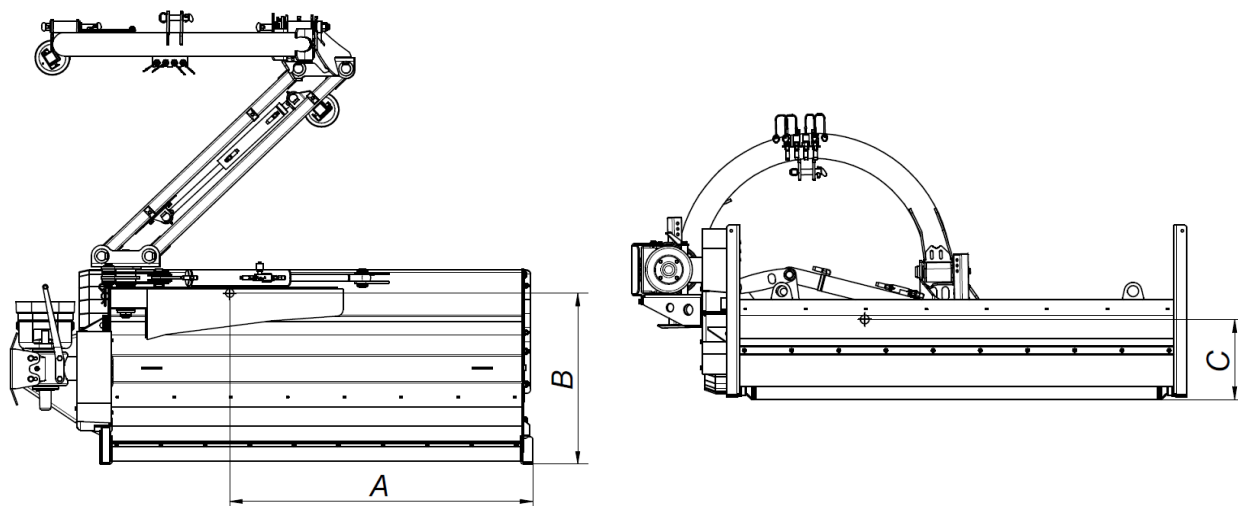

Bild 8. Tyngdpunkt
- transportband, rundslingor, linor kan inte vara skadade. Vid synliga skador på dessa komponenter ska de bytas ut till nya **(Bild 8)**,